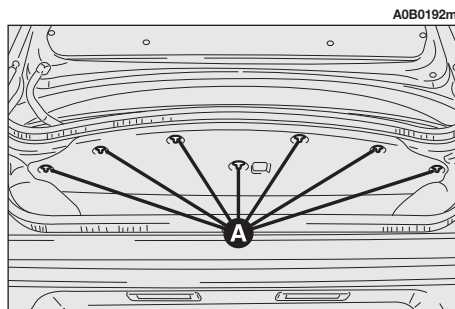

fig. 63
- Ruotare i bottoni di fissaggio (**A-fig. 63**) fino ad avvertirne lo sgancio ed abbassare il rivestimento.